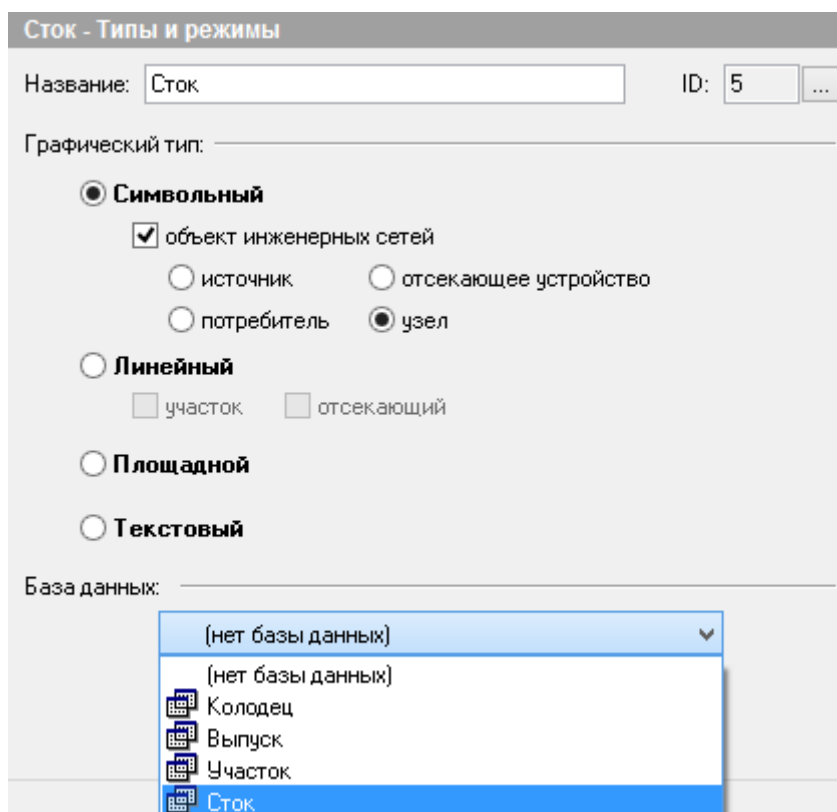

Рисунок 26. Выбор базы для нового типа
4. Если требуется чтобы созданный тип использовал предварительно созданную базу данных, выполните щелчок левой кнопкой мыши по полю *База данных* и в выпадающем списке выберите нужную базу, как показано на Рисунок 26, «Выбор базы для нового типа». Если база данных этому типу не нужна, выполнять этот пункт не требуется.